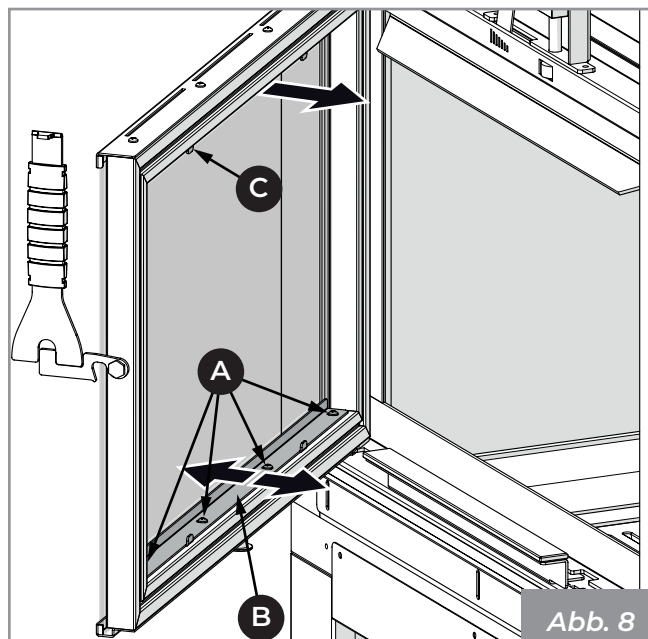

Abb. 8
Die Ecomonoblocco von Palazzetti sind mit zwei Lamellen (E und F) (Abb. 8) ausgestattet, die es ermöglichen, den Luftstrom zur Reinigung des Glases zu regulieren.
- 2) Lösen Sie die Schrauben (A) und stellen Sie die untere Glasreinigungsluft (B) ein. Gehen Sie für die obere Glasreinigungsluft (C) (Abb. 8) genauso vor.